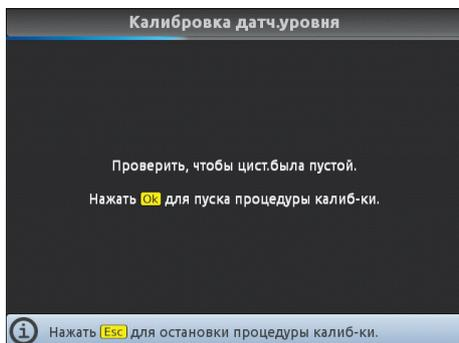

Рис. 130
- 2 Сообщение, указанное на Рис. 130, появится на дисплее: выполните указанные действия, после чего запустите процедуру, нажимая **OK**.